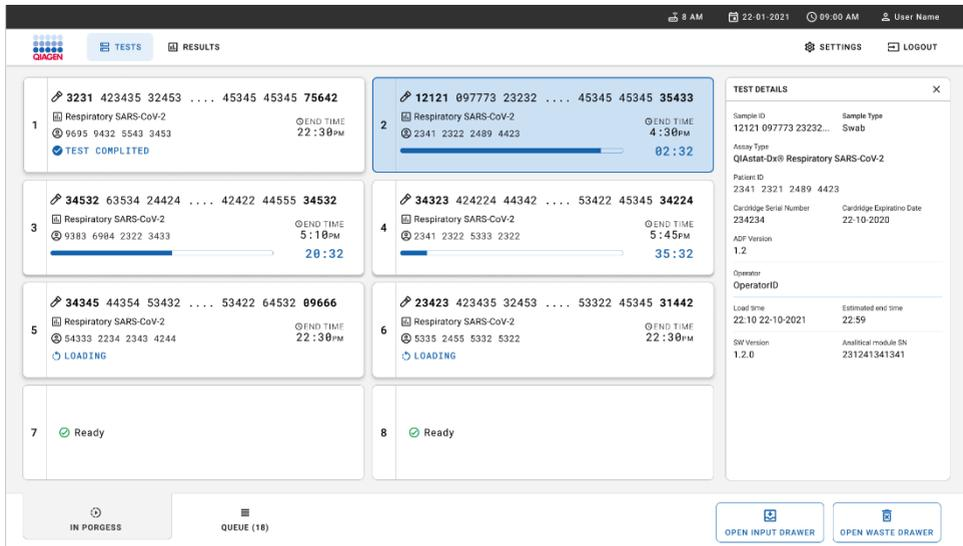

Abbildung 33. Informationen zur Testdurchführung auf dem Bildschirm „Queue“ (Warteschlange).
17. Während die Tests ausgeführt werden, werden auf dem Touchscreen die verbleibende Laufzeit und weitere Informationen für alle Tests in der Warteschlange angezeigt (Abbildung 33).